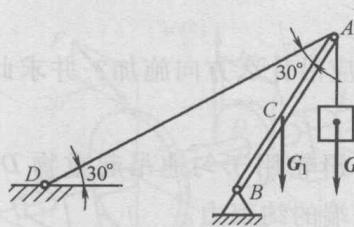

图 1-24
(6) 在安装设备时常用起重扒杆，它的简图如图 1-24 所示。起重摆杆  $AB$  重  $G_1 = 1.8\text{kN}$  作用在  $C$  点，且  $BC = \frac{1}{2}AB$ 。提升的设备重量  $G = 20\text{kN}$ 。试求系在起重摆杆  $A$  端的绳索  $AD$  的拉力以及  $B$  处的约束反力。